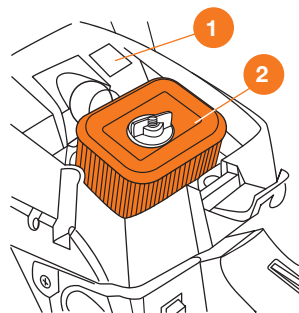

Рис. 17
- При использовании в холодное время года при температуре окружающей среды ниже +5 градусов используйте зимний режим работы, для этого снимите заглушку ❶ (Рис. 17). При повышении температуры окружающей среды установите заглушку на место.
Каждый раз после проведения работ производите очистку воздушного фильтра ❷ (Рис. 17). Очистите от опилок и откройте крышку воздушного фильтра, открутите барашковую гайку, снимите пластину и извлеките воздушный фильтр по направлению вверх. Всасывающее отверстие карбюратора, на время очистки фильтра, закройте чистой тканью, не допускайте попадания в карбюратор грязи и пыли. Фильтр встряхните или продуйте сжатым воздухом изнутри наружу. В случае повреждения или невозможности очистки, замените фильтрующий элемент. Не используйте для очистки воду и другие жидкости. После очистки или замены установите фильтр на место, закрепите его пластиной и барашковой гайкой.